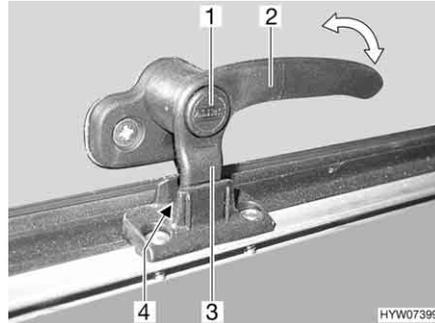
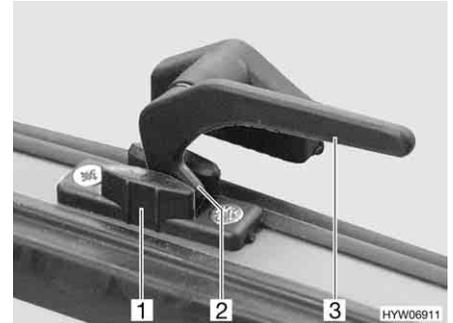

Bild 61 Verriegelungshebel mit Sicherungsknopf in Stellung "Dauerbelüftung"
Bild 62 Verriegelungshebel in Stellung "Dauerbelüftung"
- in Stellung "Dauerbelüftung" (Bild 61 und Bild 62)
- Wenn vorhanden, Sicherungsknopf (Bild 61,1) drücken und gedrückt halten.
- Den Verriegelungshebel (Bild 61,2 oder Bild 62,3) eine viertel Umdrehung zur Fenstermitte hin drehen.
- Den Verriegelungshebel wieder zurückdrehen. Die Verriegelungsnase (Bild 61,3 oder Bild 62,2) am Verriegelungshebel dabei in die Aussparung der Fensterverriegelung (Bild 61,4 oder Bild 62,1) einfahren.
- Wenn vorhanden, Sicherungsknopf (Bild 61,1) loslassen.